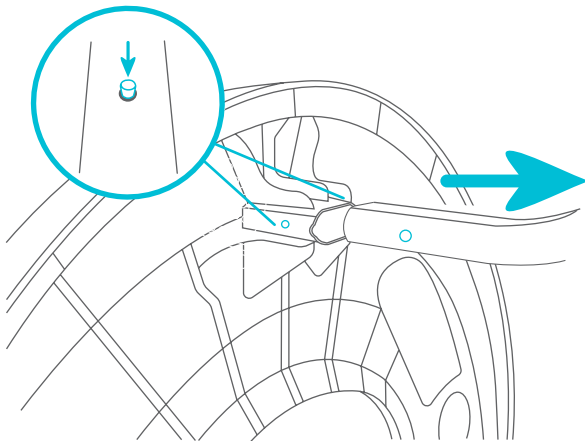

Fig. 8
- Para extraer las patas de la tapa, presione el perno y tire la pata hacia afuera. Repítalo en las otras 2 patas (Fig. 8).